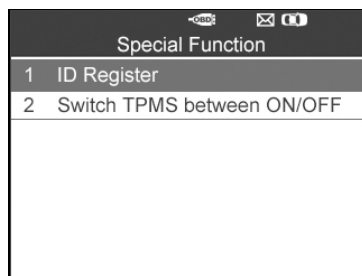

Рисунок 4.39
- 2) На дисплее сканера отобразится список специальных функций, доступных для диагностируемого автомобиля. (См. рисунок 4.39)
этого пункта меню нажмите кнопку **Y**. (См. рисунок 4.39)